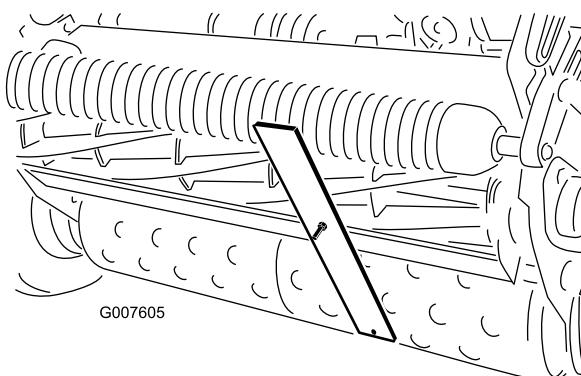

Figure 56
4. Accrochez la tête de la vis sur le bord tranchant de la contre-lame et appuyez l'arrière du gabarit contre le rouleau arrière (**Figure 56**).